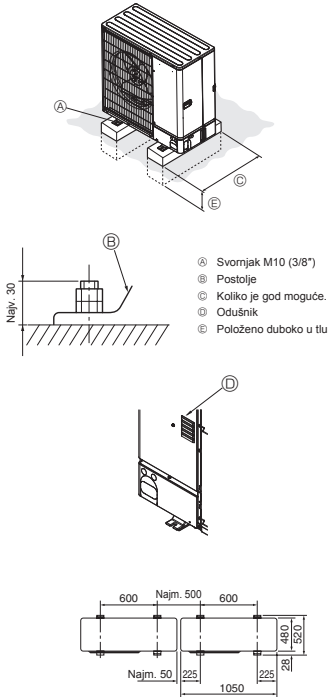

Fig. 3-1
- Svakako postavite jedinicu na čvrstoj i ravnoj površini radi sprječavanja zveckajućih zvukova tijekom rada. (Fig. 3-1)